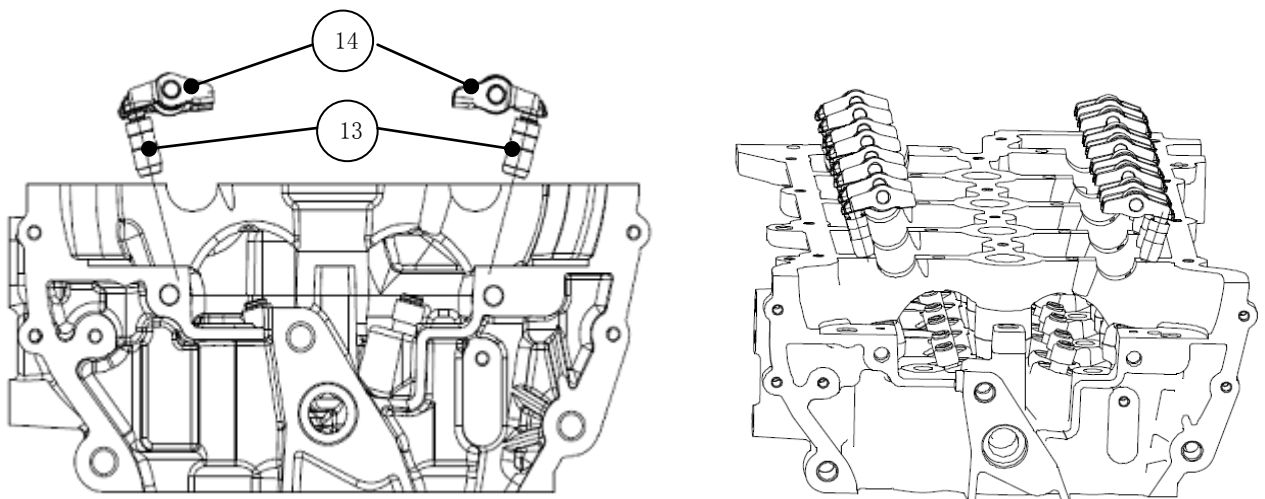

图 D-7 液压挺杆和滚子摇臂的安装
- 1)、装机前检查滚子摇臂总成⑭和液压挺杆总成⑬的状态，是否有磕碰，毛刺，裂纹，锈迹等可见缺陷。
- 2)、将滚子摇臂总成和液压挺杆总成通过连接卡簧装配在一起。见图 D-7 所示。
- 3)、液压挺杆总成放在缸盖液压挺杆孔内，液压挺杆总成球头贴合滚子摇臂总成球窝内，滚子摇臂总成的另一端弧面放置于气门杆的小端面上，见图 D-7 所示。装好后要检查一下液压挺杆是否装到位，滚子摇臂总成是否倾斜等。